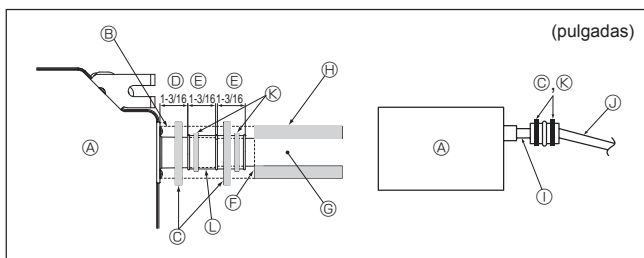

Fig. 6-2
- ① TUBO DE PVC CON DIÁM. EXT.  $\varnothing$ 38 mm (1-1/2 pulgadas) para agrupación de tuberías. (Aislamiento de 9 mm (11/32 pulgada) o más)
1. Conecte el tubo de desagüe (suministrado con la unidad) al orificio de desagüe. (Fig. 6-2)